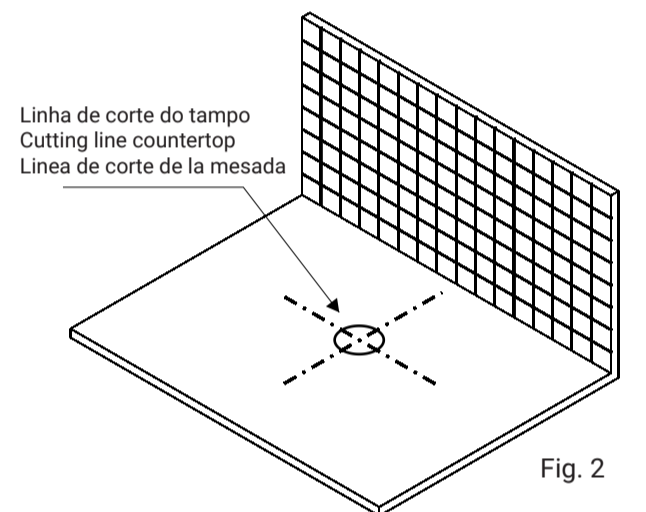

Fig. 2
- Recortar o gabarito e posicioná-lo sobre o tampo, fazendo coincidir a sua linha de centro, com as linhas traçadas no tampo. (conforme fig.2). Cortar o tampo conforme gabarito.
Cut out the template and position it on the lid, matching the template's centre line with the lines drawn on the lid. (as per fig.2). Cut the lid in accordance with the template.
Recortar la plantilla y ubicarla sobre la tapa, haciendo coincidir su línea de centro, con las líneas trazadas en la tapa. (de acuerdo a la fig 2.). Cortar la tapa de acuerdo a la plantilla.